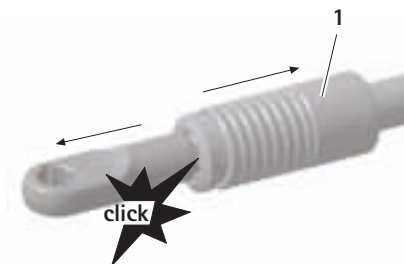

Fig. 4
- Fatta tag i gripdelen till anslutningsdelens **A** eller UNITRAC-universalhållarens **J** snabbkoppling 1 och dra bakåt, se Fig. 4.